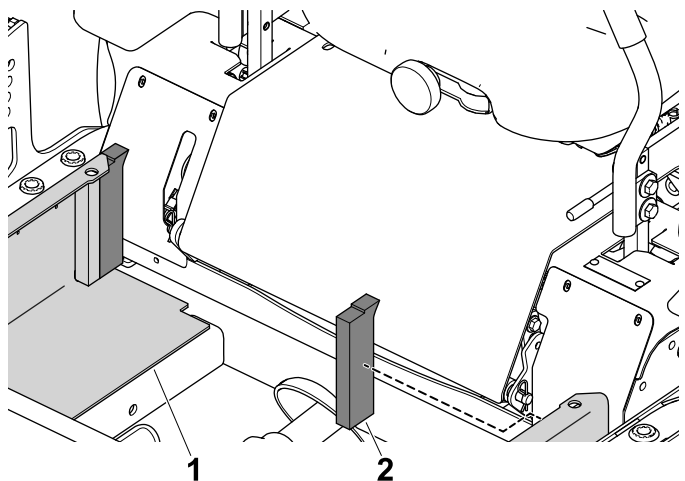

Figura 10
2. Retire a parte posterior e aplique o vedante de esponja na estrutura (Figura 10).